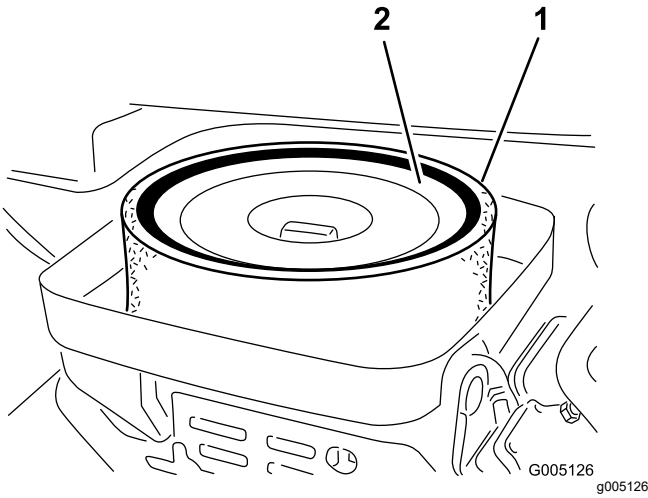

图 34
3. 卸下将滤芯固定到空气滤清器壳体上的蝶形螺帽 图 34。
4. 如果泡沫滤芯变脏请将其从纸质滤芯中取出 图 34。按照以下方式彻底清洁滤芯